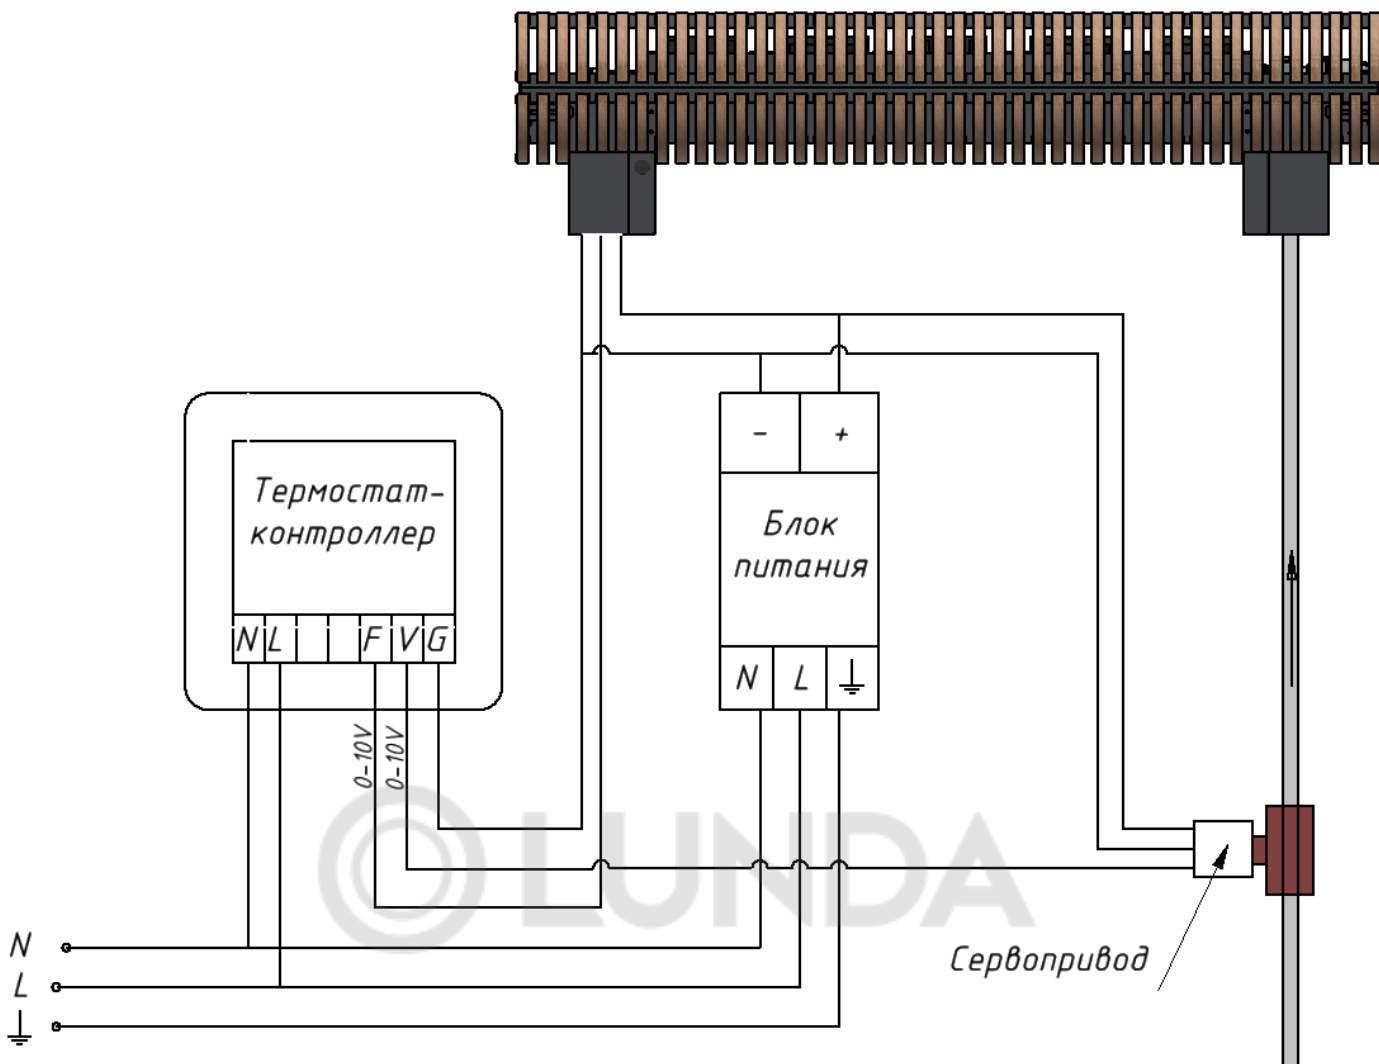

Рисунок 7
2. С возможностью подключения внешнего терморегулятора (ручка регулировки вращения отсутствует). В этом случае следует подсоединить прибор к источнику питания и к терморегулятору, руководствуясь схемой, изображённой на рис. 7.